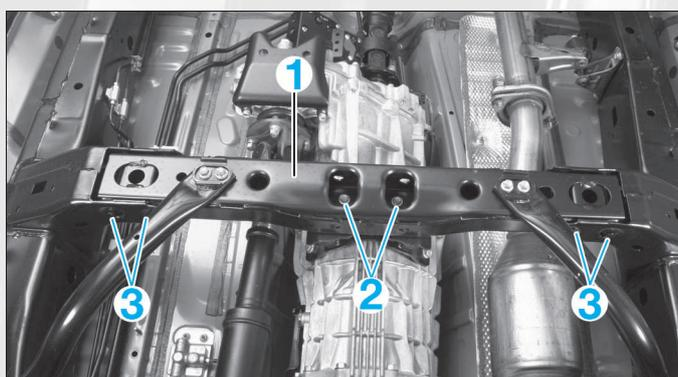

FIG. 9
- Déposer la traverse (1), pour cela (fig. 9) :
- déposer les vis de fixation (2) du support arrière.
- déposer les 4 vis (3) de la traverse.